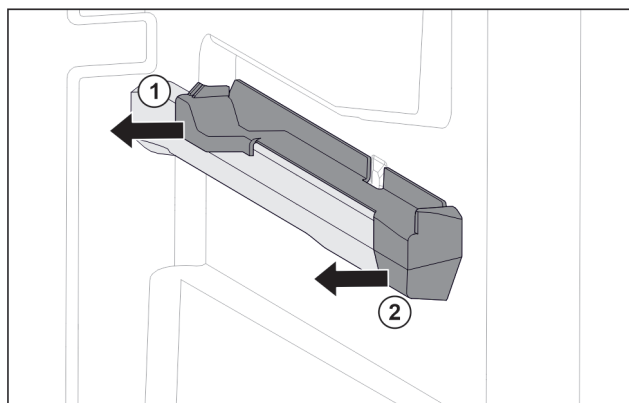

Fig. 53 Násuvný diel na pravom rebre nádoby
- Stiahnite násuvný diel vzadu do strany. Fig. 53 (1)
- Stiahnite násuvný diel vpredu do strany. Fig. 53 (2)